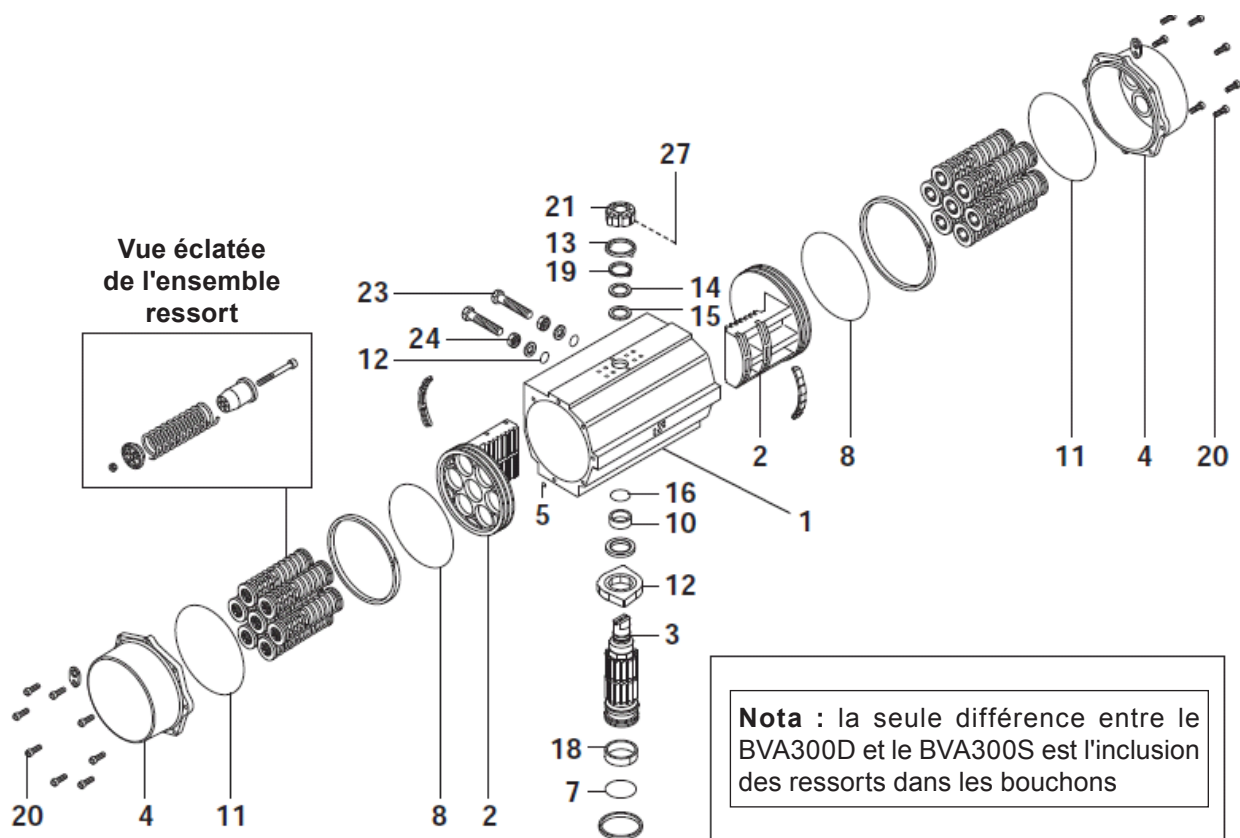

Fig. 5 Séries BVA300 montrées
- Placer le pignon (3) dans le corps (1) par en dessous. Une fois que le pignon apparaît à l'intérieur du corps, placer la bague de retenue (12) du pignon dans sa bonne position ainsi que le support supérieur du pignon (10).
- Placer la rondelle portée souple du pignon (15), la rondelle métallique du pignon (14), la bague (13) et l'indicateur de position (21, 22, 27) dans la partie supérieure du pignon.
- Assembler les deux pistons en vérifiant qu'ils s'engagent en même temps lorsque le pignon (3) tourne dans le sens des aiguilles d'une montre pour la fermeture normale de l'actionneur et dans le sens contraire pour l'ouverture.
- Placer les couvercles de l'actionneur (4), serrer les vis (20) en séquence. Vérifier que les positions ouvertes et fermées coïncident avec la position indiquée sur la partie supérieure du pignon (voir Fig. 5).